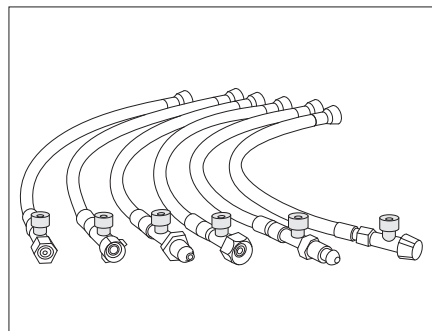

Fig. 86 Tuyaux flexibles haute pression avec sécurité de rupture de flexible (variantes spécifiques de pays)
- Appuyer fermement sur le bouton vert du tuyau flexible haute pression (Fig. 86).